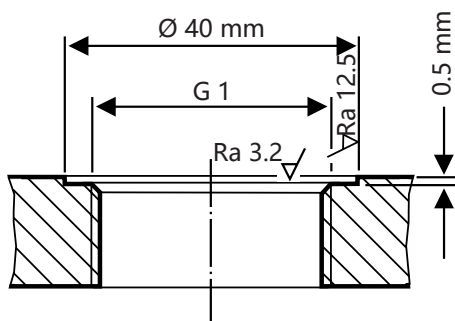

图 12
- 确保正确处理相应储罐螺纹管接头或法兰盖的密封面，参见图 12。
必须根据 图 12 正确处理密封面。